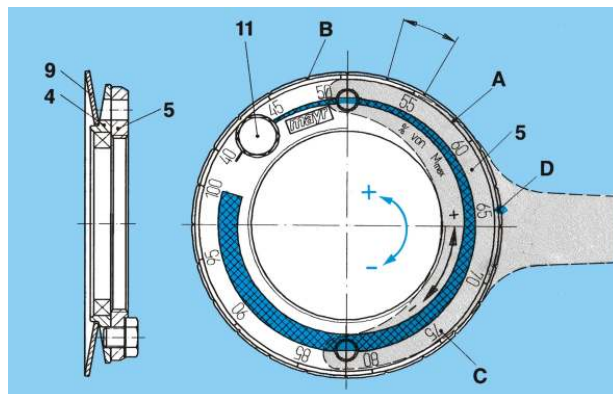
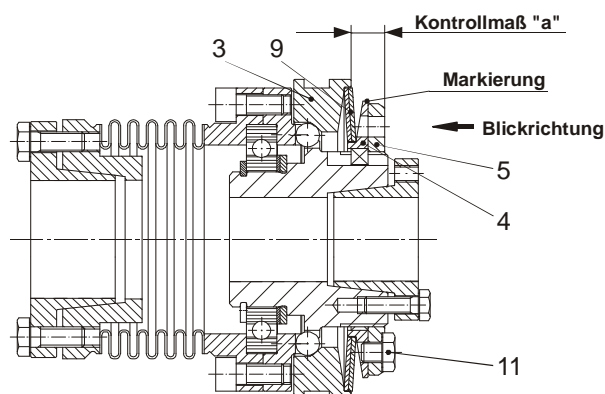
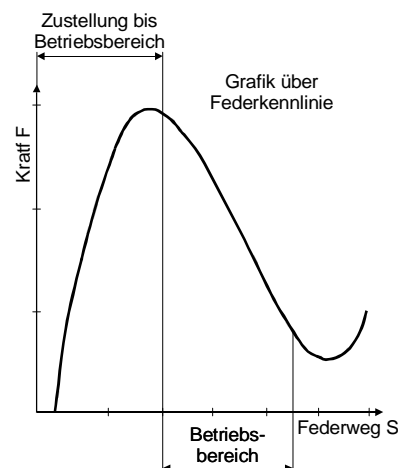

Bild 10
Bild 11
Bild 12
Ablesbare Drehmomenteinstellung (Bild 10)
Drehmomenteinstellung (Bild 10, 11, und 12)
Die Einstellung erfolgt durch Verdrehen der Einstellmutter (5). Die eingebauten Tellerfedern (9) werden im negativen Bereich der Kennlinie (siehe Bild 12) betrieben, d. h. ein Anziehen der Einstellmutter (5) bewirkt ein Absinken der Federkraft, bzw. ein Lösen der Einstellmutter (5) ein Ansteigen der Federkraft. Die Kupplung wird, falls kundenseitig keine Drehmomenteinstellung gewünscht wird, generell werkseitig auf ca. 70 % des jeweiligen Maximaldrehmoments **voreingestellt** und **markiert** (kalibriert). Eine Kontrolle „**Federeinsatz im Betriebsbereich**“ (Bild 12) kann über das Maß "a" (Abstand von Einstellmutter-Stirnseite (4) bis Druckscheiben-Stirnseite (3) (Bild 11)) vorgenommen werden. Die Angaben hierzu entnehmen Sie aus der Tabelle 2.
Drehen der Einstellmutter (5) innerhalb des Betriebsbereichs im Uhrzeigersinn bewirkt eine Verringerung des Drehmomentes. Drehen gegen den Uhrzeigersinn erhöht das Drehmoment. Blickrichtung auf die Einstellmutter (5) wie in Bild 10 und Bild 11.
- b) Entfernen der Sicherungsschraube (11) aus der Einstellmutter (5).
- c) Einstellmutter (5) anhand der eingepprägten Einstellskala (Bild 10) im oder gegen den Uhrzeigersinn mit Hilfe eines Stirnlochschlüssels verdrehen, bis das gewünschte Drehmoment eingestellt ist.
- d) Das gewünschte Drehmoment ergibt sich aus der Überdeckung der Markierung (D) am Sicherungsring (4) und der Prozentangabe (C) auf der Einstellmutter (5) Bild 10 und 11).
- e) Sicherungsschraube (11) mit Loctite 243 bestreichen und in Einstellmutter (5) eindrehen; dabei müssen die 4 Kerben (A) in der Einstellmutter (5) und die Kerben (B) im Sicherungsring (4) in gleicher Position stehen (Bild 10). Gegebenenfalls ist eine leichte Korrektur notwendig.
Ein Verstellen der Einstellmutter (5) bzw. Verspannen der Tellerfedern (9) außerhalb dem Betriebsbereich der Tellerfederkennlinie (siehe Bild 12), setzt die Kupplung außer Funktion. Nach Demontage der Kupplung (z. B. durch Tellerfeder- bzw. Tellerfederschichtungswechsel) muss die Kupplung über das Maß "a" (siehe Tabelle 2 und Bild 11) neu voreingestellt und kalibriert werden.